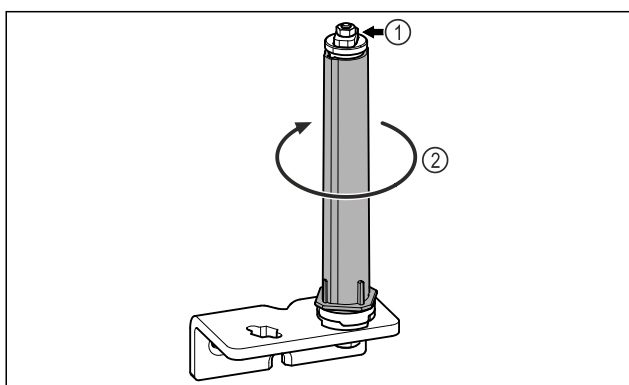

Fig. 29
- Non disassemblare il sistema di chiusura della porta Fig. 29 (1).
- Ruotare il sistema di chiusura Fig. 29 (2) finché non scatta.